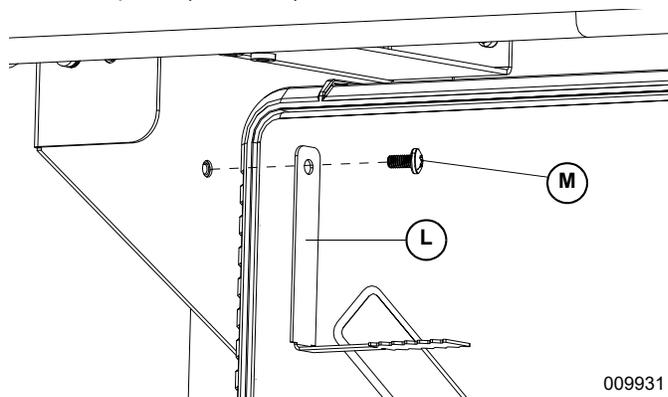

Figure 4-20. Pose des pattes de mise à la terre supérieures
3. Voir **Figure 4-20**. Poser les pattes de mise à la terre (L) au sommet du module des deux côtés.
4. Attacher chaque patte de mise à la terre avec une vis M4 x 8 mm SEMS (M) et serrer à un couple de 13 po-lb (1,47 Nm).